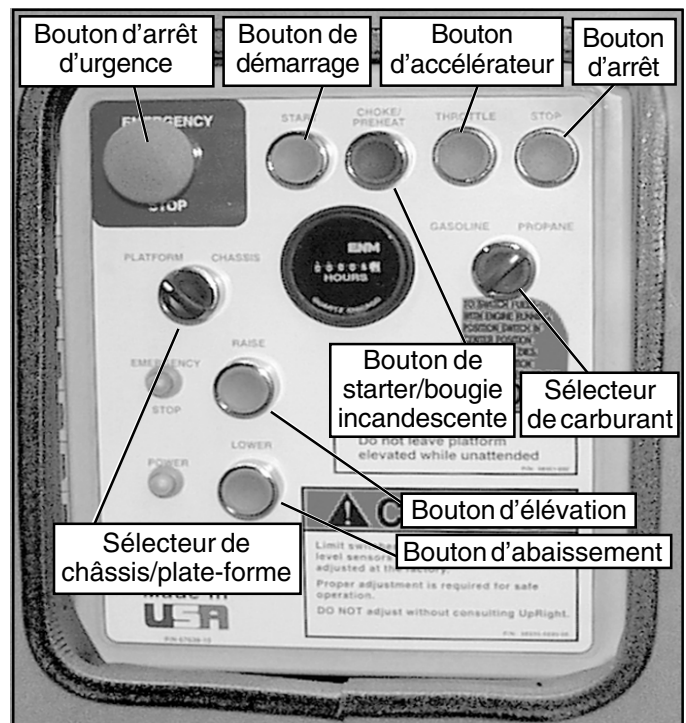

Figure 1 : Côté gauche du châssis
9. Tirer les boutons d'arrêt d'urgence de la plate-forme (position sortie) pour activer ces deux fonctions (figures 1 et 2).
10. Vérifier que le sélecteur plate-forme/châssis est sur la position plate-forme (**PLATFORM**) (figure 1).
8. Enfoncer le bouton d'accélérateur (**THROTTLE**). Appuyer sur le bouton d'élévation du châssis pour élever la plate-forme tout en poussant le détecteur d'inclinaison (figure 1) hors de la position de mise de niveau. La plate-forme ne devrait s'élever que partiellement et l'alarme d'inclinaison devrait retentir. Si la plate-forme continue à s'élever et/ou qu'aucune alarme ne résonne, **ARRÊTER** et mettre la machine hors service jusqu'à ce qu'elle ait été réparée.
1. Moteur tournant, mettre le sélecteur de carburant (figure 1) en position centrale.